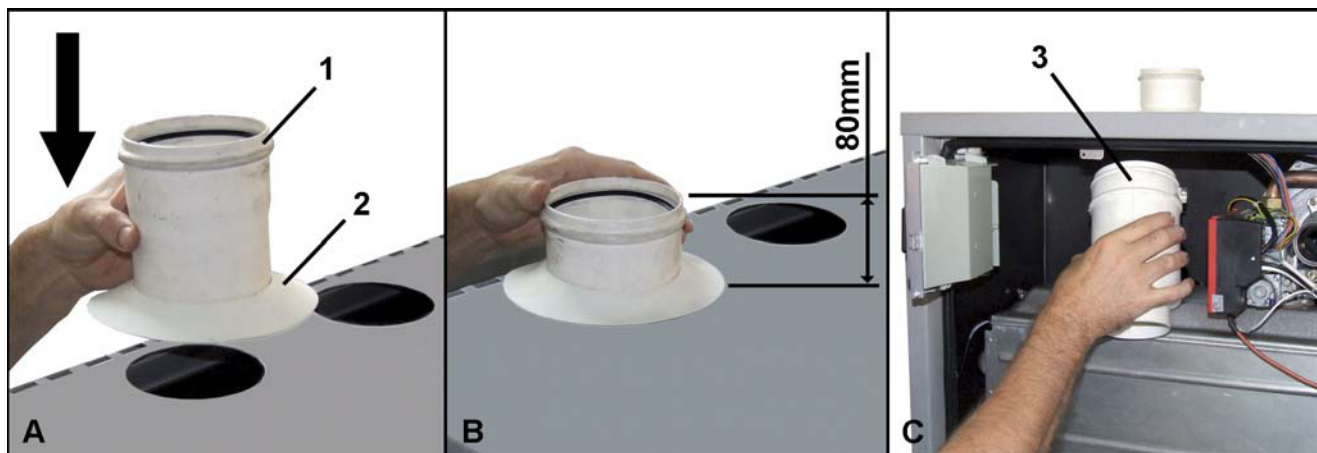

abb. 33
- B Das im Kästchen "B" von abb. 33 angegebene Maß einhalten. Dieses Maß muss für jedes zusätzliche Modul um 5 mm erhöht werden.